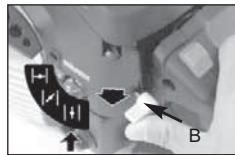

рис. 7G
10. Поверните рычаг воздушной заслонки (В) вниз в положение 11|I (RUN) (вертикально). Если двигатель не запустится, перейдите к шагу 8. (рис. 7G)